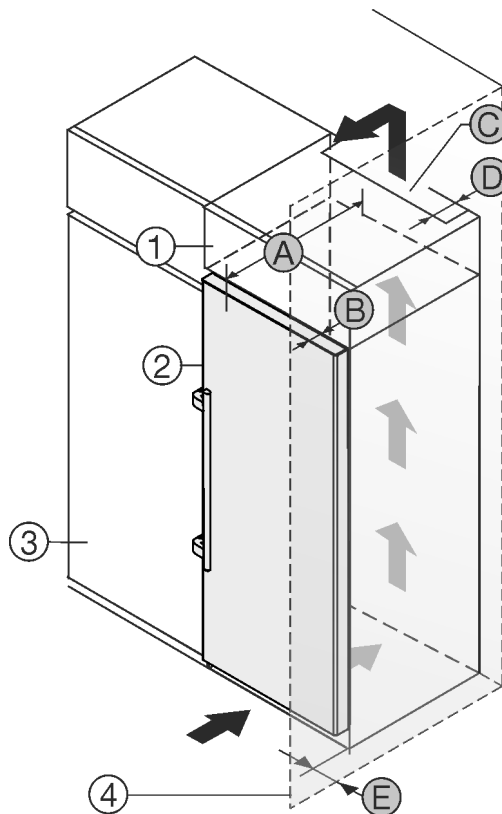

Fig. 2
- (1) Дополнительный шкафчик *
- (2) Устройство *
- (3) Кухонный шкаф *
- (4) Стена *
- (A) Глубина устройства *
- (B) Глубина двери *
- (C) Вентиляционное сечение *
- (D) Расстояние до обратной стороны устройства *
- (E) Расстояние до стороны устройства *
Вы можете установить устройство непосредственно рядом с кухонным шкафом Fig. 2 (3).
На задней стенке дополнительного шкафчика должен быть вентиляционный канал с глубиной Fig. 2 (D) по всей ширине этого шкафа.*
Нужно соблюдать вентиляционное отверстие Fig. 2 (C) под нижней панелью.*
Если устройство устанавливается на шарнирах у стены Fig. 2 (4), то расстояние между устройством и стеной должно быть не менее 57 мм. Это соответствует расстоянию, на которое выступает ручка при открытой дверце.*
Чтобы можно было полностью открыть дверь, устройство должно выступать на глубину двери Fig. 2 (B) относительно передней стенки кухонного шкафа. В зависимости от глубины кухонных шкафов Fig. 2 (3) и использования пристенных распорок устройство может выступать и больше.*